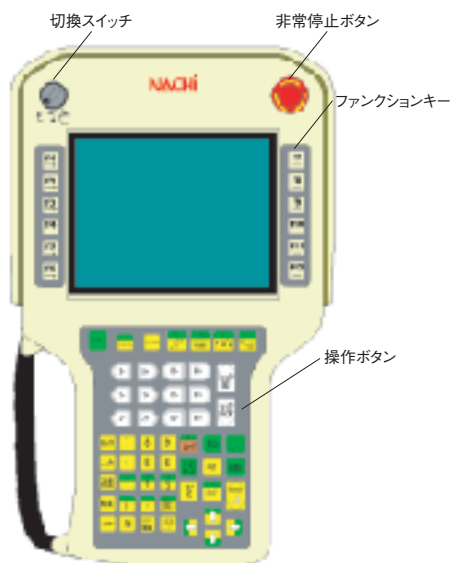

図14.ティーチペンダントの外観
- 256色表示のリアルな絵文字で操作性向上専用キーを配置。また、3ポジションデッドマンスイッチを標準装備することにより安全性を向上。^{※5}3ポジションデッドマンスイッチとは、所定の位置に継続的に保持されるときのみロボット動作を許可するもの。スイッチを離したり所定の位置より強く押したりしたときには停止する機能。図14にティーチペンダントの外観、表3に従来品との仕様比較を示す。